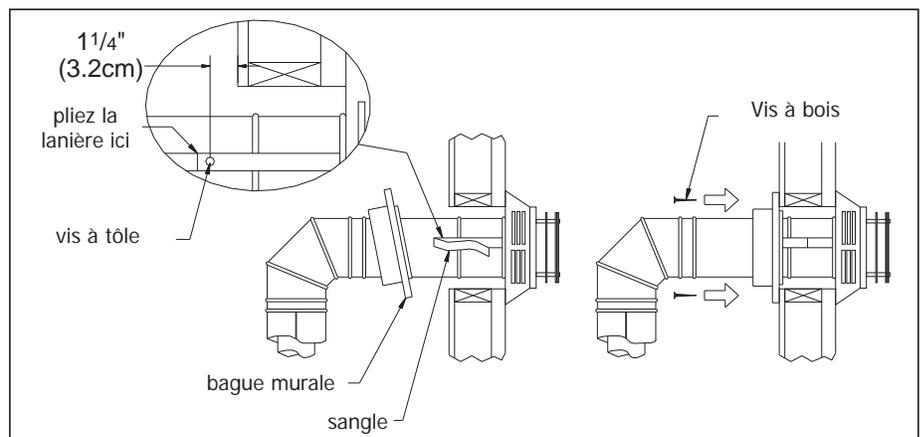

Figure 26: Installation d'un coupe-feu mural décoratif.
6. Faites glisser l'ensemble de l'appareil et de l'évent vers le mur, en insérant soigneusement le tuyau d'évent dans l'ensemble du capuchon. Il est important que le tuyau d'évent s'étende dans le capuchon d'évent sur une distance suffisante avec un chevauchement minimum de 1 1/4 po (3,2 cm). Fixez la connexion entre le tuyau du capuchon d'évent et le capuchon d'évent en attachant les deux sangles en tôle s'étendant de l'assemblage du capuchon d'évent dans la paroi extérieure du tuyau d'évent. Utilisez les deux vis à tôle fournies pour connecter les sangles au tuyau d'évent. Repliez toute partie restante des bandes de tôle vers le capuchon d'évent, de sorte que le coupe-feu mural décoratif dissimule (voir l'image de gauche à la Figure 26).
7. Faites glisser le coupe-feu mural décoratif jusqu'à la surface du mur et fixez-le avec les vis fournies. Appliquez une garniture décorative en laiton ou en chrome si vous le souhaitez (voir l'image de droite à la Figure 26).